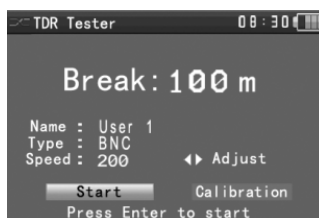

Рис. 49 Подменю **TDR Tester**
2. С помощью кнопок  выберите подмену  и нажмите  (Рис.49).